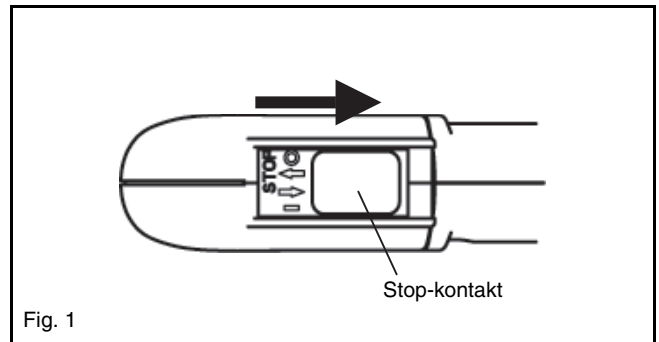

Fig. 1
- (1) Stil apparatet på en plan flade.
- (2) Sæt stop-kontakten på position "I". (Fig. 1)